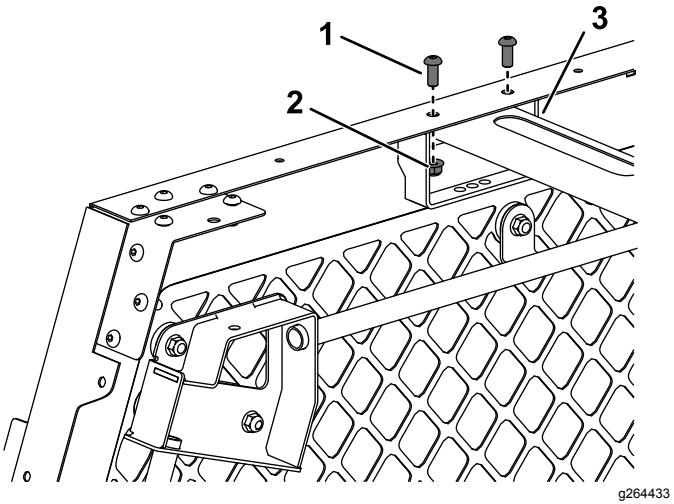

Figure 13
- Fixez chaque côté du support de montage à l'aide de 2 boulons à tête ronde (5/16" x 3/4") et de 2 écrous à embase (5/16") ; voir la Figure 13.